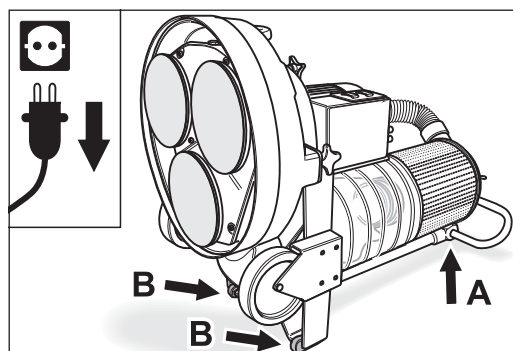

Fig. 34 Incline hacia atrás la máquina para tener acceso a las herramientas. ¡Ponga atención en que la máquina tenga una posición segura!
- 4 Con sumo cuidado incline hacia atrás la máquina en el asidero hasta que la máquina repose en el tubo guía y en ambas gomas protectoras (Fig. 34).